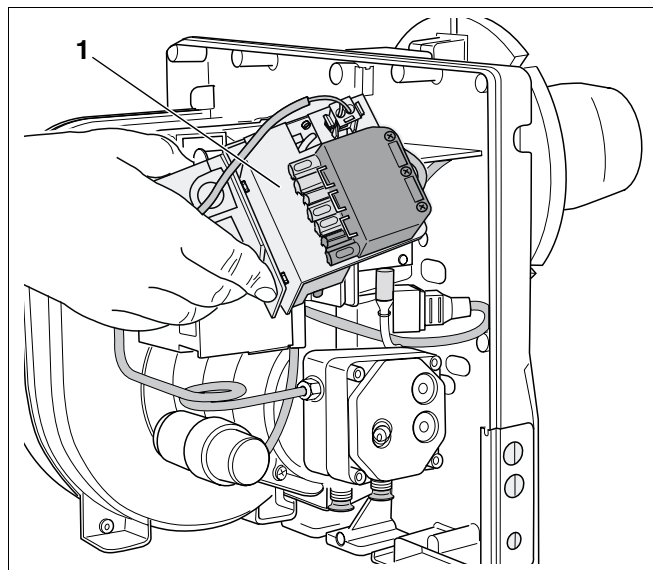

Fig. 15 Remoção da unidade de comando
- Remova a unidade de comando (Fig. 15, **Item 1**) e eventualmente solte o cabo de ignição.